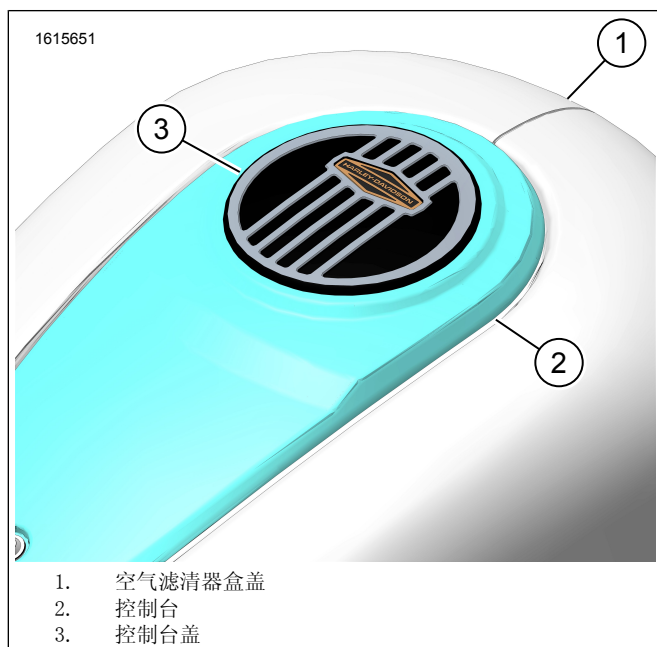

图2。安装的控制台装饰
2. 图2测试控制台盖(3)的贴合性。
1. 图2从控制台盖(3)上拆下背胶衬垫。